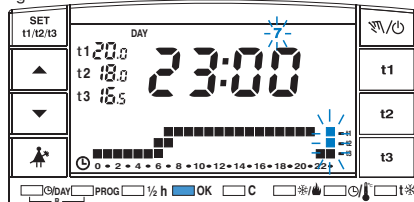
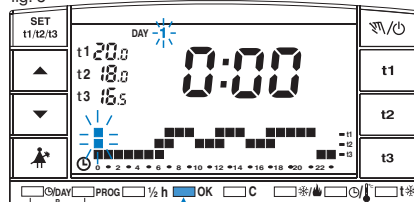

fig. 5
fig. 6
Après avoir inséré l'échelle thermique pour le **Dimanche (7)**, appuyer sur **OK** (fig. 5) pour la mémoriser et revenir à l'affichage du lundi (1), **appuyer à nouveau sur la touche OK pendant 4 secondes** (fig. 6); cette opération **sauvegardera le programme hebdomadaire complet**.